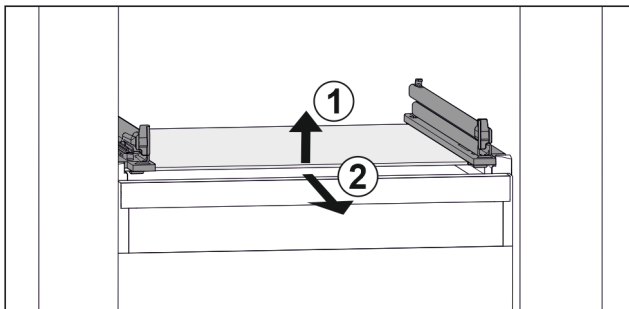

Fig. 72 Primjerni prikaz staklene ploče
- ▶ Staklenu ploču podignite srijeda. Fig. 72 (1)
- ▶ Izvadite staklenu ploču prema naprijed. Fig. 72 (2)